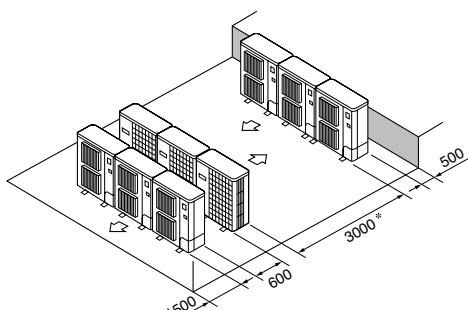

Fig. 2-13
⑥ Disposizione di diverse unità parallele (Fig. 2-13)